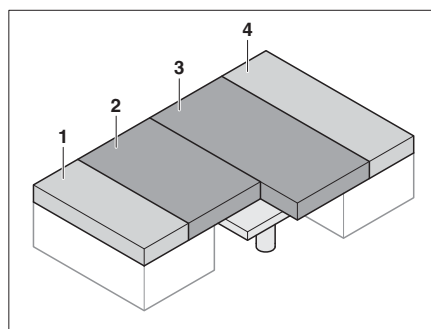

Fig. 75 Dopo la trasformazione
- Posizionare i cuscini del divano (Fig. 75,2 e 3) al centro.
- Posizionare i cuscini dello schienale (Fig. 75,1 e 4) tra i cuscini del divano (Fig. 75,2 e 3) e la parete esterna.